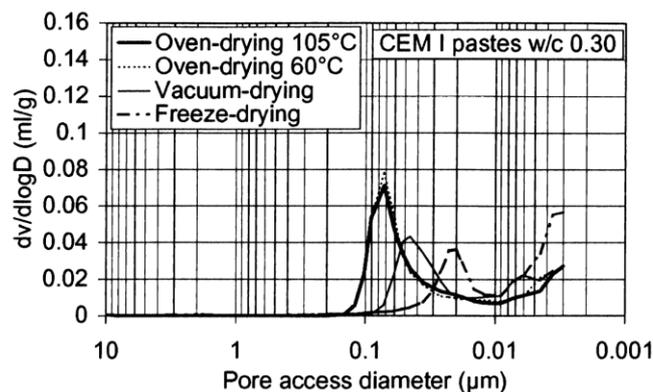

Figure 1.1
- 1.3.2. Expliquer pourquoi les résultats présentés dans la figure 1.1, pour le même matériau, sont différents avec 4 techniques de conditionnement.